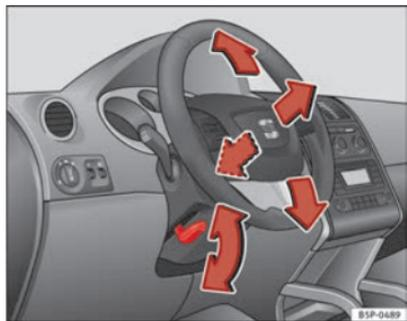

Fig. 132 Réglage de la position du volant.
- Poussez le levier \Rightarrow fig. 132 situé sous la colonne de direction vers le bas \Rightarrow \triangle .